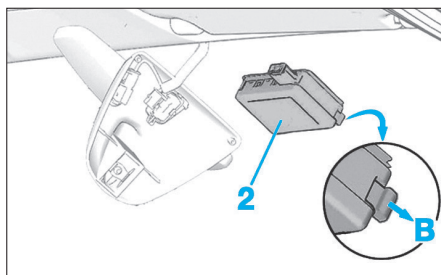

FIG. 2
- Décliper le module (2) en B (Fig.2).